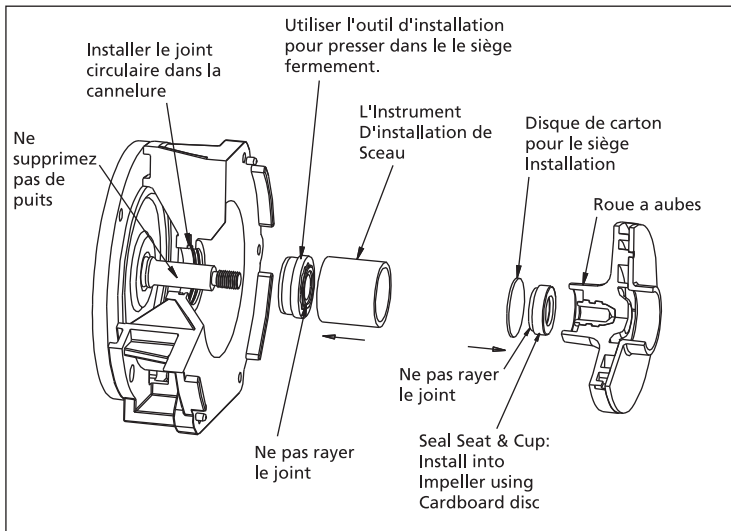

Figure 3 – Outil D'installation
- Le siège en céramique est situé a l'arrière de la roue à aubes (une partie de ref.no.6). Soulever le siège dehors en employant un tournevis dans le trou intérieur (voir la figure 3).Prendre soin pour ne pas endommager ou ne pas rayer les surfaces intérieures de l'alésage tenant le siège. De telles éraflures peuvent causer des fuites. Remplacer la roue à aubes si un tel dommage se produit.